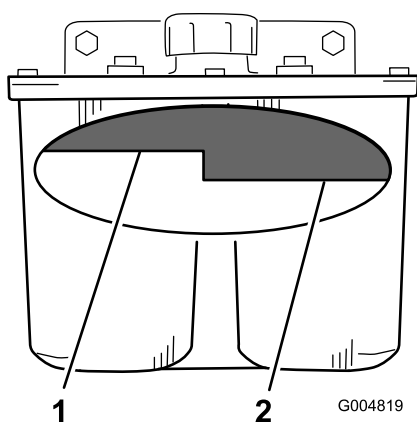

Figure 95
- Nettoyez la surface autour du goulot de remplissage du réservoir hydraulique (Figure 95).
- Enlevez le bouchon du goulot de remplissage et vérifiez si le réservoir contient du liquide (Figure 95).
Remarque: Lorsque l'huile est chaude, le niveau de liquide doit atteindre le haut du repère « à chaud » sur le déflecteur (Figure 95).